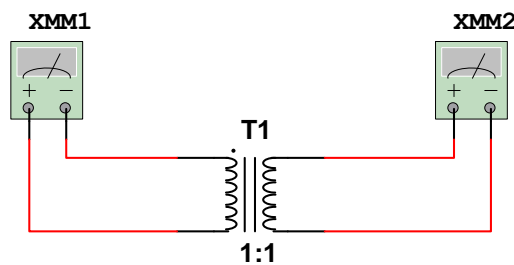

Рис. 5.3
Активные сопротивления обмоток можно измерить с помощью мультиметров, рис.5.3. Для этого нужно два раза щелкнуть на изображении мультиметра, появится рабочее окно, в котором нужно включить измерения в Омах. Предварительно нужно включить работу схемы.
2. Для своего варианта трансформатора с помощью мультиметров измерить активные сопротивления обмоток (рис.5.3). Результаты измерений внести в табл. 5.2, причем $R_1 = R_2 = R$.